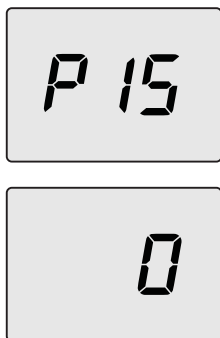

Рисунок 5.30
- Пролить параметры, используя кнопку 13 или 14, до появления на ЖК-дисплее кода **P15**, который сменяется значением параметра, указывая на вход в "параметр 15" (Рисунок 5.30).
- При одновременном нажатии кнопок 12 и 13 (Рисунок 5.28), происходит выход без изменения значения (возврат к перечню параметров, см. Рисунок 5.30).